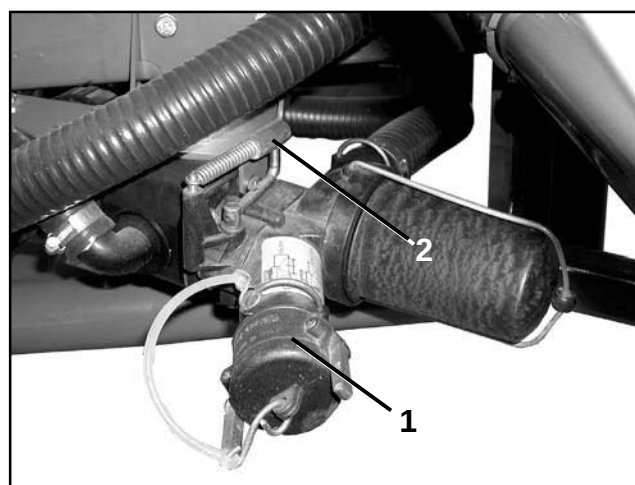

Fig. 10.5
- Sugerslangen skal forbindes med sugestudsene (fig. 10.5/1) fra filterhanen via lynkoblingen.
- Betjeningshåndtaget (fig. 10.5/2) til filterhanen sættes i position "**påfyldning**"